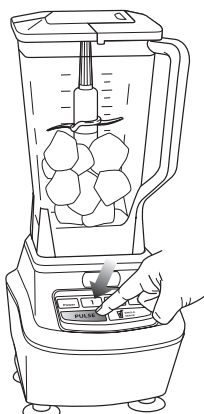

Fig. 6
- 8 Seleccione la velocidad de acuerdo con sus necesidades. (Fig. 6)